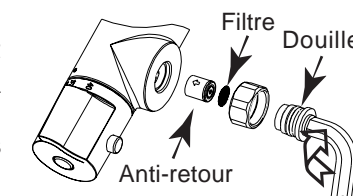

fig. 2
- à l'aide d'une clé hexagonale de 12, dévisser la douille contenant le filtre et le clapet anti-retour dans le sens des aiguilles d'une montre, puis les pousser avec la clé pour les extraire (fig. 2).